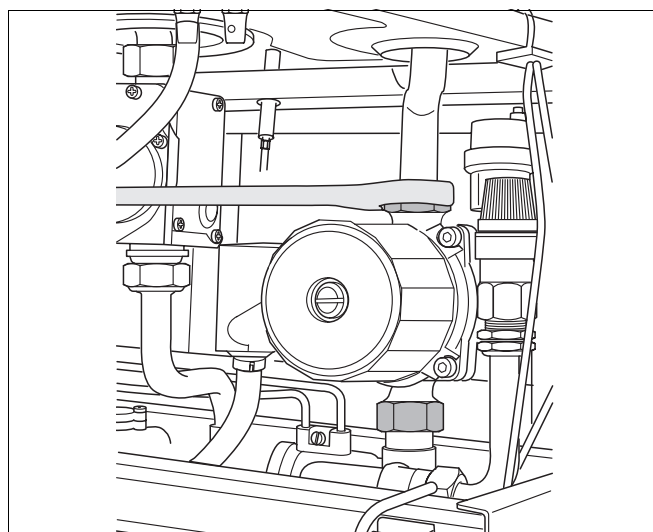

Fig. 19 Remplacer la pompe de circulation
- Dévisser les raccords de la pompe de circulation et enlever la pompe (fig. 19).